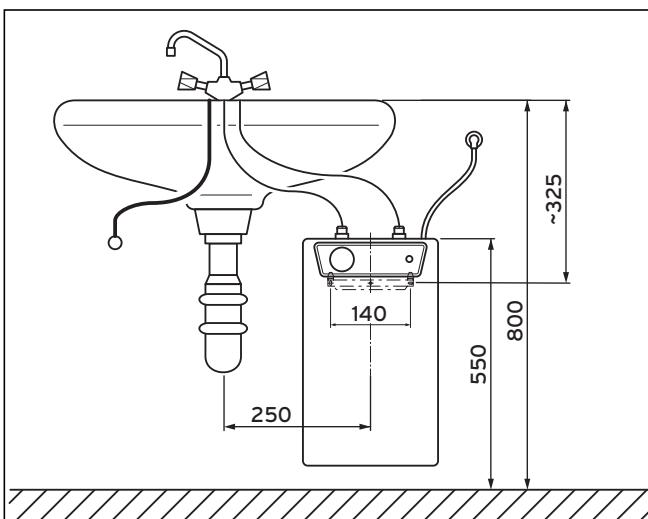
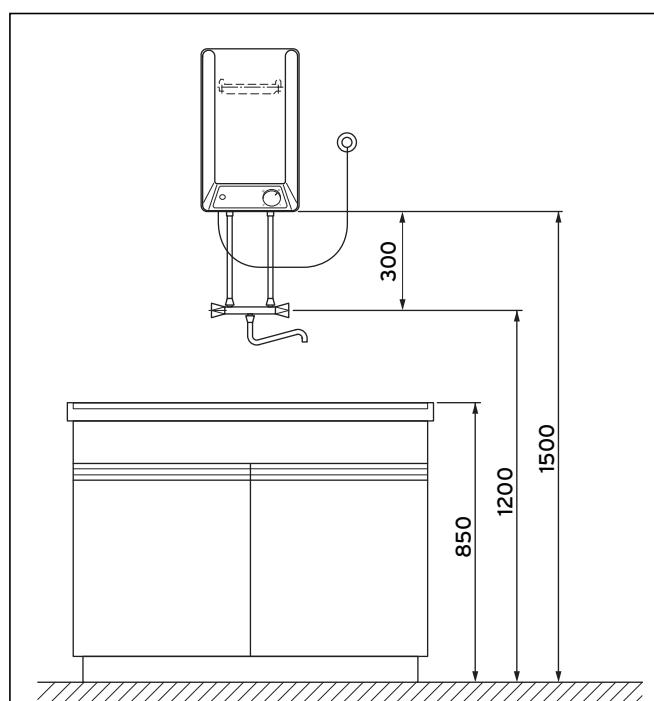

Fig. 4.3 Exemple d'installation VEN 10/5 U
Fig. 4.5 Exemple d'installation VEN 10/5 O
- Le ballon d'eau chaude sanitaire doit être monté qu'à la verticale sur un mur qui est d'aplomb (→ Fig. 4.3, Fig. 4.5).